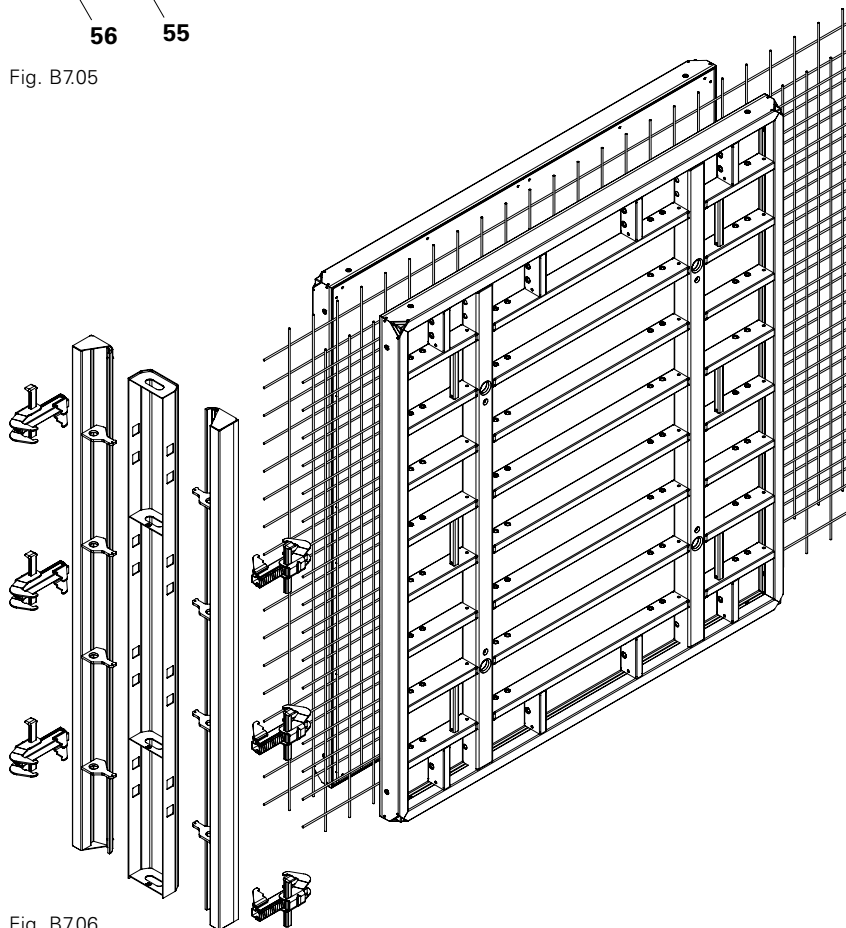

Fig. B7.06
2. Fissare il componente AT (55) con la morsa BFD (20) alla 1° cassaforma eretta.
4. Mettere il componente centrale MT (56).
- (Fig. B7.06)